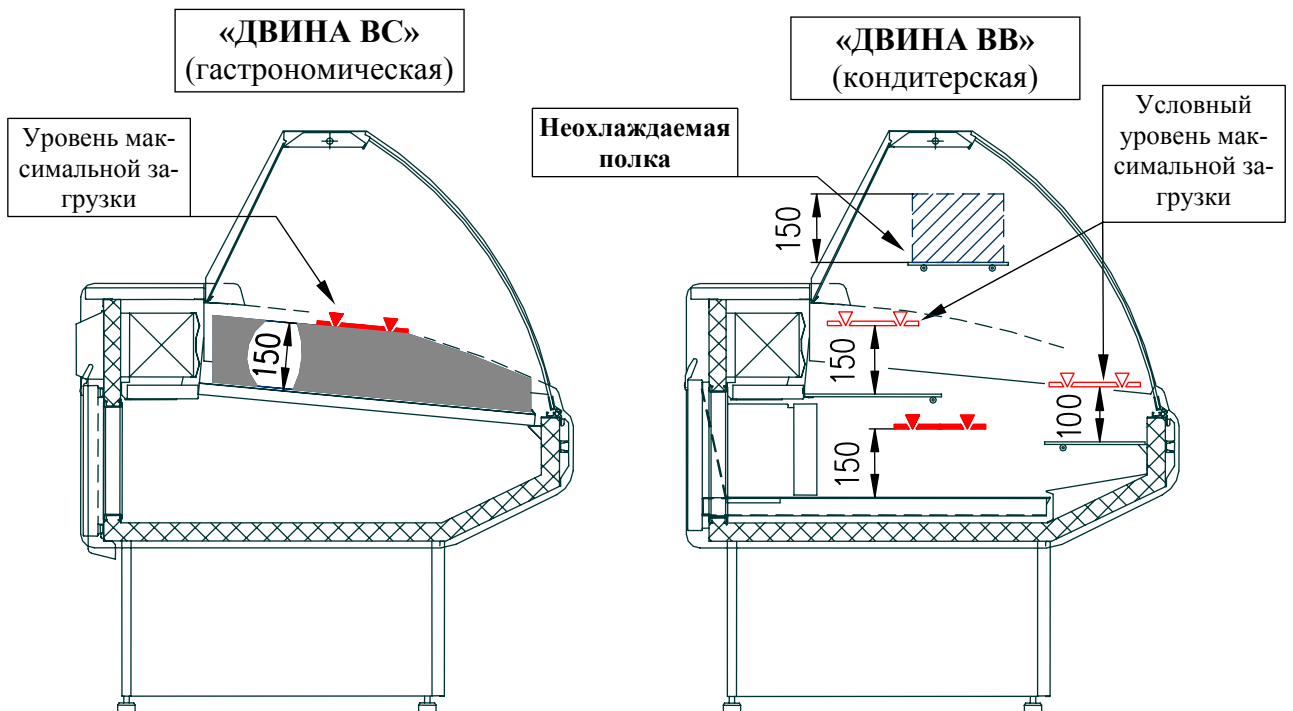

Рис. 5. Загрузка витрины продуктами
- Проверить правильность расположения продуктов в витрине, согласно п. 3.5 и рис. 5.